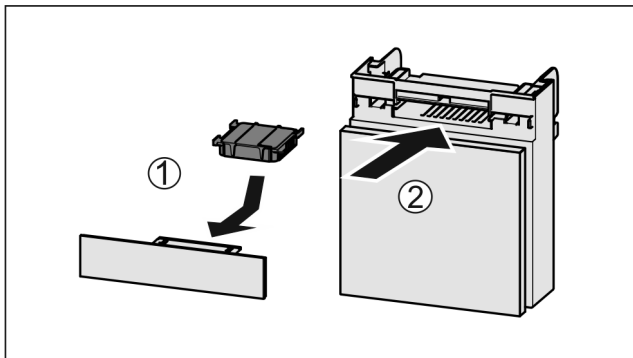

Fig. 221
- Vendorsni filtrin me karbon aktiv siç tregohet në figurë Fig. 221 (1).
- Futni kutinë në vend Fig. 221 (2).